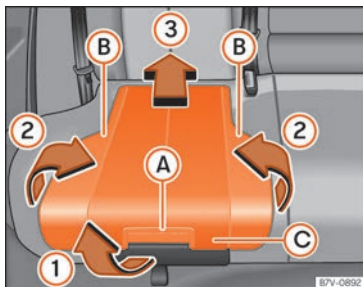

Fig. 32 Asiento integrado para niños: levantar el cojín.
- Tire del cojín hacia adelante por la palanca de desbloqueo » » fig. 32 (A) en la dirección de la flecha » » fig. 32 (1).
- Pliegue hacia arriba ambos lados » » fig. 32 (B), en el sentido de la flecha » » fig. 32 (2).
- Empuje hacia atrás el cojín » » fig. 32 (C) en la dirección de la flecha » » fig. 32 (3) hasta que se encastre.